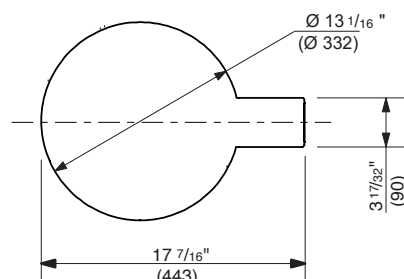

Fig 11
- Coupez le disque cache selon les spécifications indiquées dans la Figure 11.